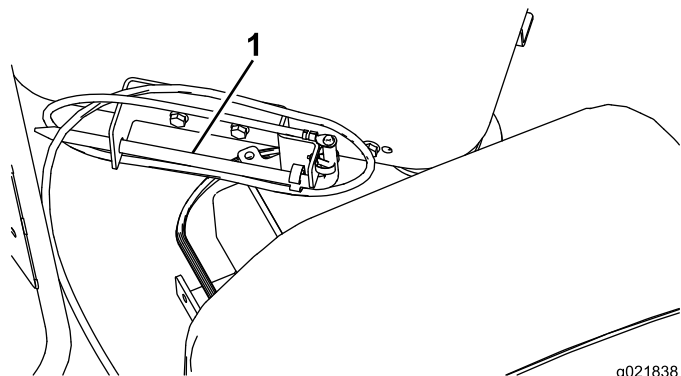

**Figura 65**
3. Conecte uma das garras jacaré do aparelho de teste do Zap-alert ao terminal de aterramento do sistema Zap-alert (Figura 65).
5. Pressione o botão de teste no aparelho de teste do Zap-Alert (Figura 65).
6. Pressione o botão de rearmar do Zap-Alert para suprimir o alarme (Figura 65).